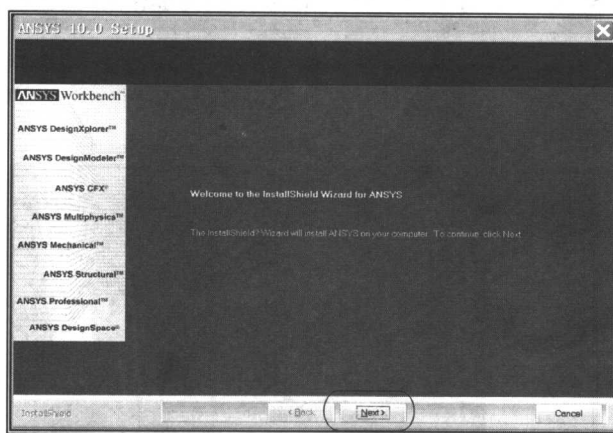

图 1-2 ANSYS 安装欢迎界面
② 开始运行 ANSYS 安装程序，出现 ANSYS 安装欢迎界面如图 1-2 的所示，选择 Next 按钮进行下一步安装。